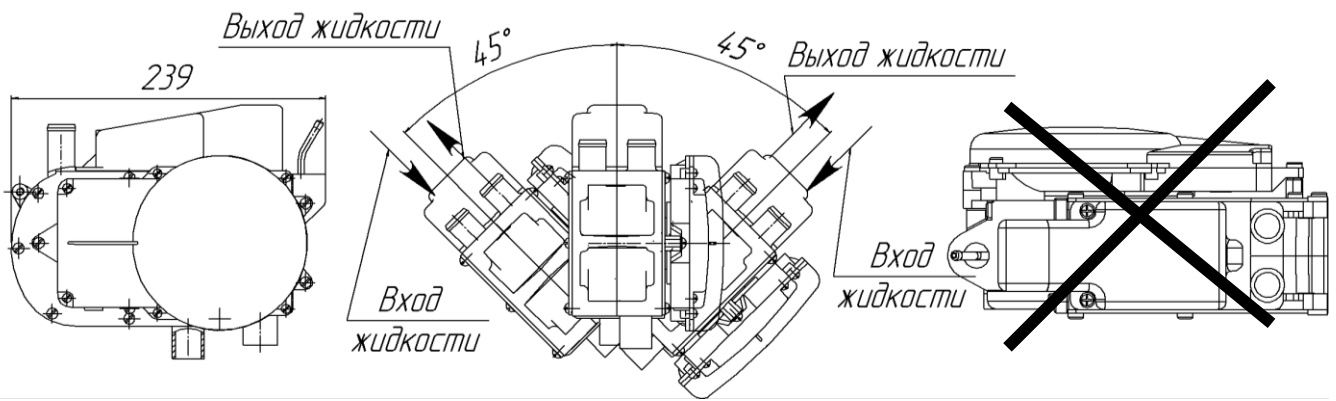

Рис. 7.2- Допустимые рабочие положения нагревателя
Монтаж нагревателя производить с учётом допустимых рабочих положений в соответствии с рис. 7.2 и п. 7.1.1, п. 7.1.2.
**Внимание!** Если нагреватель на автомобиль установлен под углом, то присоединение жидкостных шлангов к штуцерам нагревателя производить согласно рис. 7.2.